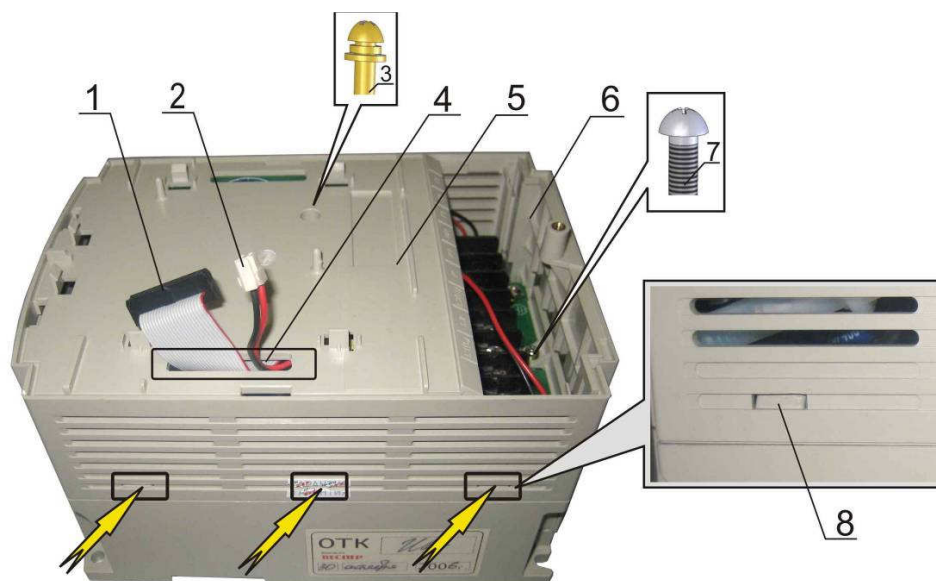

Рис. 6.5
6.4.1. Отжать фиксаторы с двух сторон решётки кабельных вводов (6) (рис. 6.5). Демонтировать решётку и положить в тару.
6.4.2. Открутить винты (7) и (3) (рис. 6.5). Положить винты в тару.
6.4.3. Отжать поочерёдно фиксаторы (8) с двух сторон средней части корпуса (5) (рис. 6.5).
6.4.4. Продеть в отверстие (4) средней части корпуса шлейф ЦП (1) и провод питания платы ЦП (2) (рис. 6.5). Демонтировать среднюю часть корпуса и положить в тару.